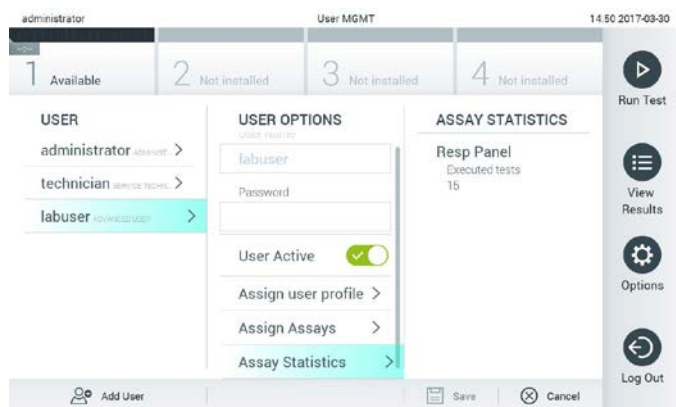

Figura 55. Visualización de estadísticas de ensayos.
- Assay Statistics (Estadísticas del ensayo): muestra el número de veces que el usuario seleccionado realizó un ensayo (figura 55).